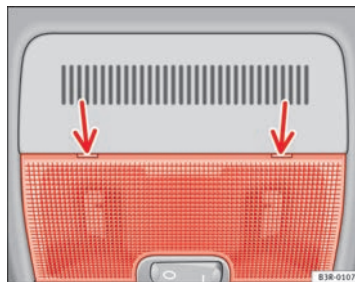

Fig. 82 Detalle del revestimiento del techo: Punto de aplicación del destornillador
- Coloque con cuidado la parte plana de un destornillador en la parte trasera del cristal de la lámpara ⇒ fig. 82.